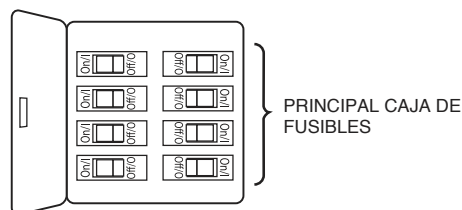

Figura 1
Las aspas del ventilador deben estar suspendidas, al menos, a 2 m (7') del piso (Figura 1)
Para evitar una posible descarga eléctrica, asegúrese de cortar la alimentación eléctrica de la caja de fusibles principal antes de alambrado el ventilador. (Figura 1)
Para evitar posibles descargas eléctricas, asegúrese de que la electricidad esté desconectada en la caja de fusibles principal antes de colgar el ventilador. (Figura 1)
1. Conecte el cable verde de toma de tierra de la unidad del techo a la toma de tierra de la fuente de alimentación, del motor y del conductor de control en la pared (este puede ser un cable desnudo o con aislamiento de color verde). Conecte con seguridad los cables con un conector de cable. Conecte con seguridad el cable blanco (que viene del motor) al cable blanco de la fuente de alimentación (neutro) usando un conector de cable. Conecte con seguridad el cable negro (que viene del motor) al cable negro del control de pared usando un conector de cable. Conecte con seguridad el cable azul (que viene del motor) al cable azul del control de pared usando un conector de cable. (Figura 1)
2. Luego de empalmar los cables y realizar la conexión, sepárelos y dóblelos hacia arriba con el conductor con conexión a tierra y el unidad del techo a tierra del equipo debe ir en un lado de la caja de distribución eléctrica y el unidad del techo a tierra debe ir del otro lado. (Figura 1)
1. Levante el ventilador del enganche del soporte colgante e instale su ventilador deslizando la unidad del motor con dos tornillos aflojados en las ranuras en forma de "L" de la soporte del ventilador. Asegúrese de que todo el cableado se introduce adecuadamente en la cubierta del techo y que no se presiona ningún cable. Una vez que la motor está colocada y alineada con el techo, gire en el sentido de las agujas del reloj para asentar los tornillos en la parte correcta de la ranura. A continuación fije adecuadamente los tornillos. (Figura 1)